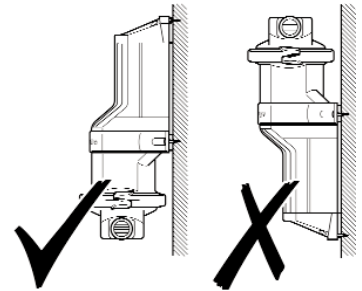

Fig. 3 - Orientamento della pompa
- Fig 3 Orientamento della pompa
- Quando viene montata in verticale, assicurarsi che la testa della pompa sia nella posizione più bassa possibile (vedere Fig 3).